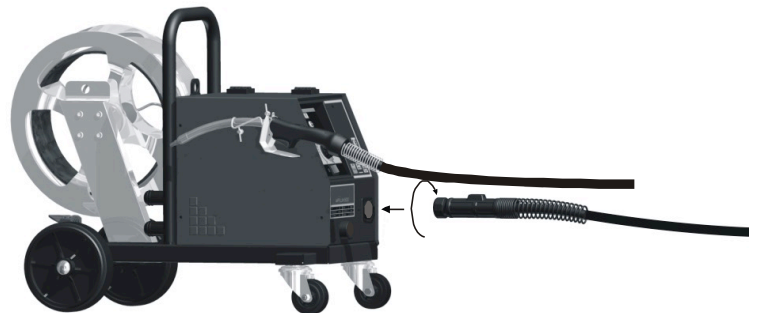

Fig.6
5.2 – Connecter fermement la torche au dévidoir (Fig.6).